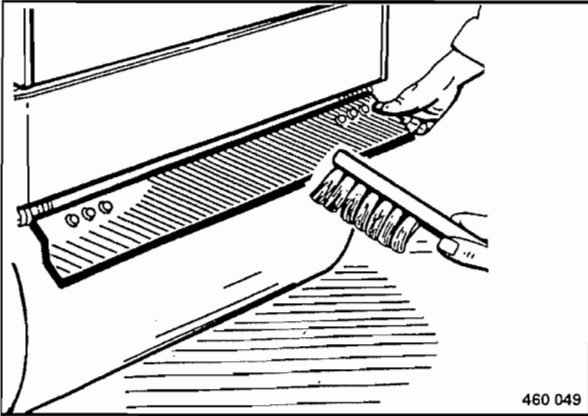

Fig. 82
- Alzar los rascadores y limpiarlos (Fig. 82). Esto es de especial validez anterior a la compactación de capas de asfalto.